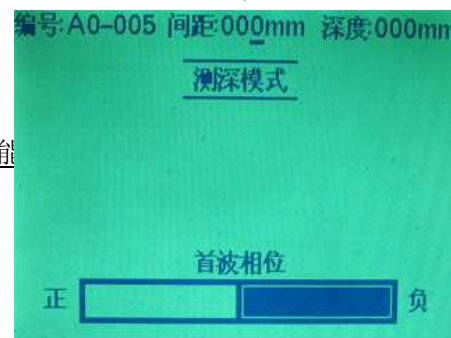

图5
- 3) 直至屏幕中“首波相位”指示条出现变化指示为“负”相位（如图5），表示两个换能器移动的位置已经超越首波反相临界点。